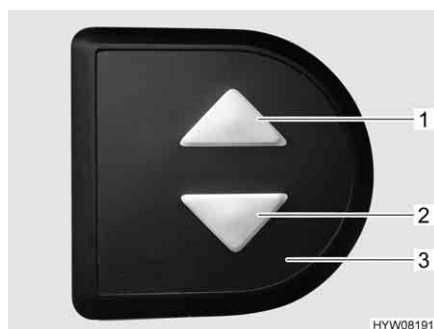

Fig. 95 Elemento di regolazione
- Sull'elemento di regolazione (Fig. 95,3) premere contemporaneamente i due tasti freccia (Fig. 95,1 e 2) e tenerli premuti fino a quando il letto basculante non si è spostato completamente verso il basso. Una volta rilasciati i tasti viene emesso un segnale acustico di conferma.
- Sull'elemento di regolazione (Fig. 95,3) premere il tasto freccia inferiore (Fig. 95,2) e tenerlo premuto fino a quando il letto basculante non ha raggiunto la posizione finale in basso.
- Sull'elemento di regolazione (Fig. 95,3) premere il tasto freccia superiore (Fig. 95,1) e tenerlo premuto fino a quando il letto basculante non ha raggiunto la posizione finale in alto.
- Portare leggermente il letto basculante con i tasti freccia (Fig. 95,1 o 2) nella direzione opposta.